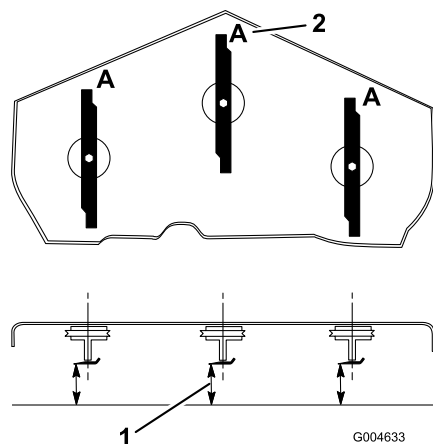

Figura 72
- Rode as lâminas até as suas extremidades se encontrarem viradas para a frente e para trás (Figura 72). Meça desde uma superfície nivelada até à extremidade de corte, posição **A**, das lâminas (Figura 72). Anote esta medida.